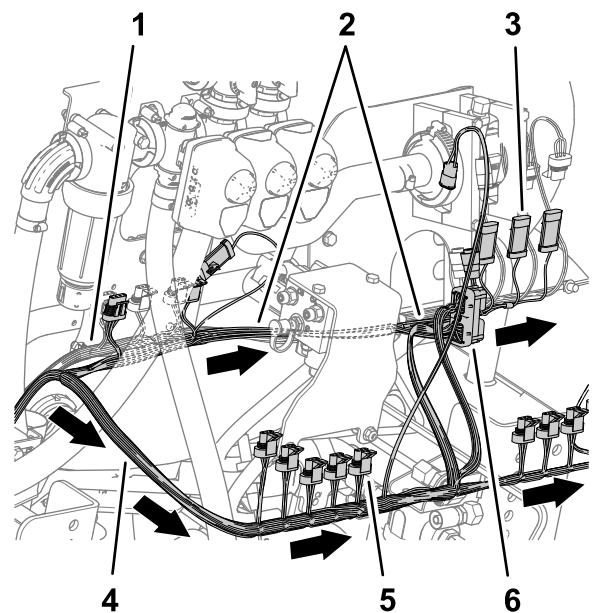

Figure 83
- À l'arrière de la machine, acheminez la branche de 89 cm du faisceau vers l'avant du collecteur de levage et à droite du débitmètre, comme montré à la Figure 83.
- Acheminez la branche de 102 cm du faisceau vers l'arrière du collecteur de levage et vers la droite, comme montré à la Figure 83.